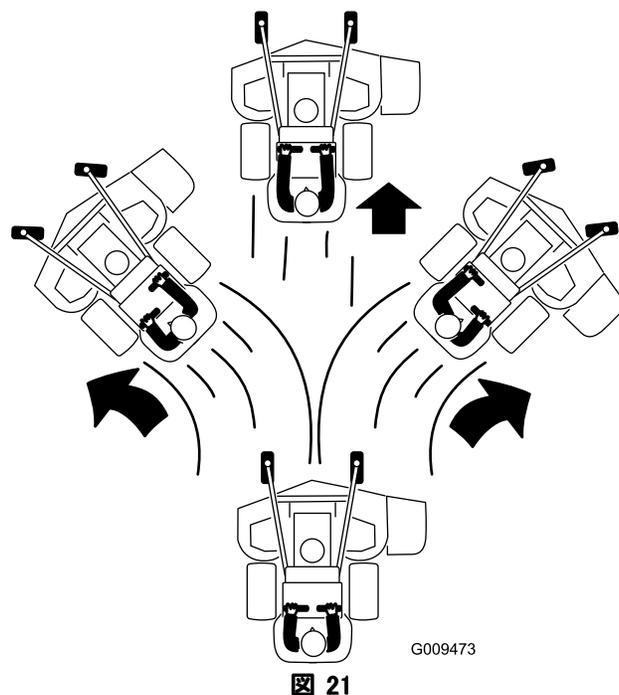

図 21
4. 走行コントロール・レバーをゆっくりと前に倒す（図 21）。